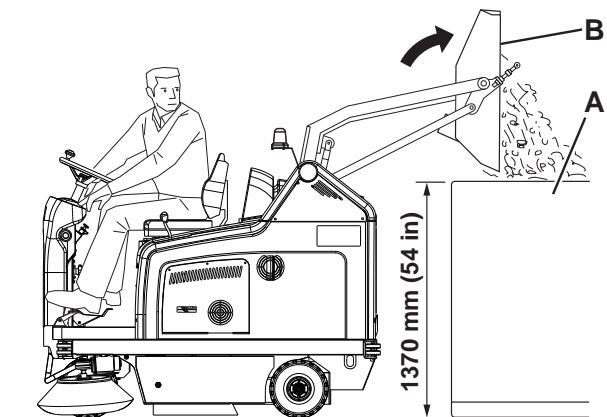

Abbildung 2
1. Die maximale Entleerhöhe des Abfallbehälters beträgt 1.370 mm (siehe Abb. 2).
- Schalter (56) betätigen und Ansauganlage ausschalten.
- Die obere Hälfte des Schalters (56) drücken und Filtrüttler betätigen.
5. Freigabeschalter (51) und gleichzeitig Schalter zum Kippen (58) des Abfallbehälters (B, Abb. 2) betätigen und alle Abfälle in den Abfallcontainer (A) entleeren.